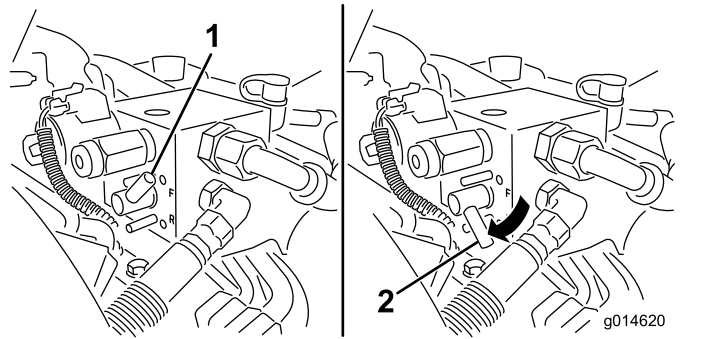

図 52
5. バックラップレバーを逆転R位置にセットする(図 52)。